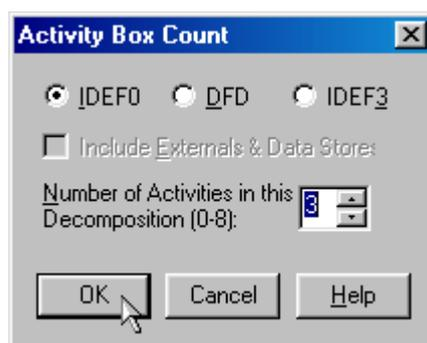

Рисунок 2.1 – Диалоговое окно **Activity Box Count**
- 1 Выберите кнопку  перехода на нижний уровень в палитре инструментов и в диалоговом окне **Activity Box Count** (рисунок 2.1) установите число работ на диаграмме нижнего уровня - 3 - и нажмите кнопку **ОК**.